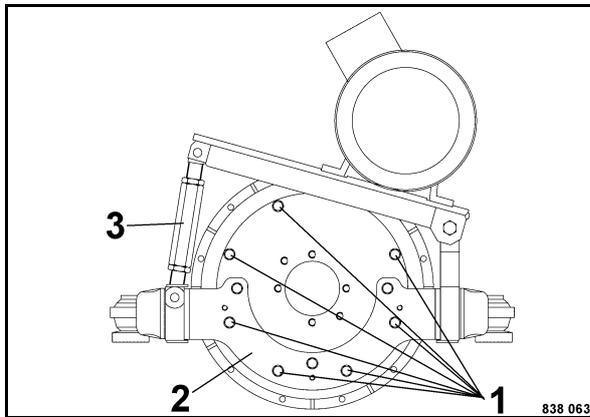

Fig. 180
- Allentare il controdado della vite motrice 3 (Fig. 180)
- Girare la vite motrice 3 (Fig. 180) per abbassare il supporto del generatore.
- Svitare le viti di fissaggio (1) dalla flangia della pompa.
- Allentare le viti di arresto del supporto (2) su entrambi i lati.